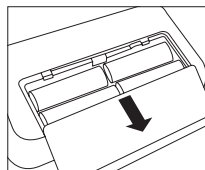

Fig. 1
- Deschideți capacul compartimentului pentru baterii de pe partea inferioară a dispozitivului (consultați fig. 1). Montați bateriile (consultați capitolul 13, „Date tehnice”). Respectați polaritatea corectă („+” și „-”) atunci când introduceți bateriile. Închideți compartimentul pentru baterii. Dispozitivul trece automat la funcția de setare a datei și a orei și, la prima utilizare, în dreptul zilei apare numărul „31” iar în dreptul lunii apare numărul „12”. Data setată automat este astfel 31 decembrie. Acum, setați data și ora, conform descrierii de mai jos.